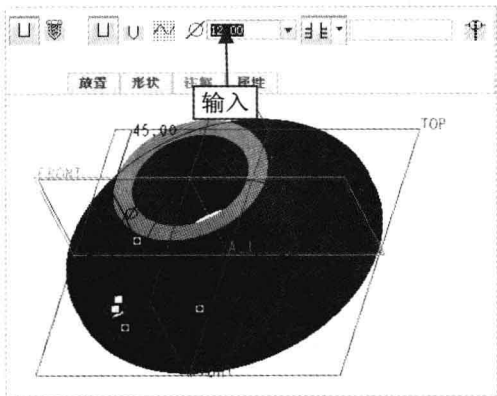

图 17-6 设置参数 2
Step 05 在“孔”选项卡的“输入钻孔的直径值”数值框中输入 12，设置钻孔方式为“穿透”，如图 17-6 所示。